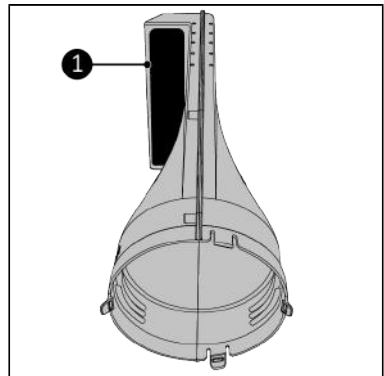

Figure 191.
4. Placez le Way-out devant vous. Assurez-vous que l'ouverture ronde soit en face de vous (Figure 191).
5. Assurez-vous que la sortie d'air (Figure 191, pos. 1) soit dirigée vers la gauche.